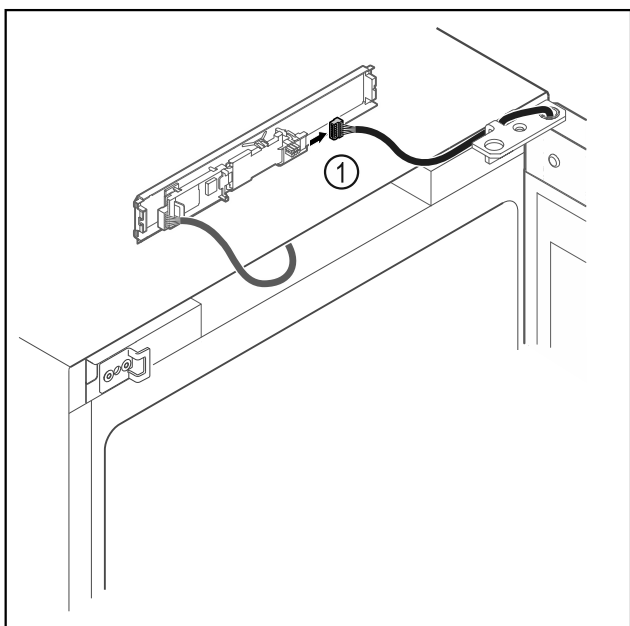

Fig. 18
- ▶ Vtič Fig. 18 (1) odstranite s tiskanega vezja.